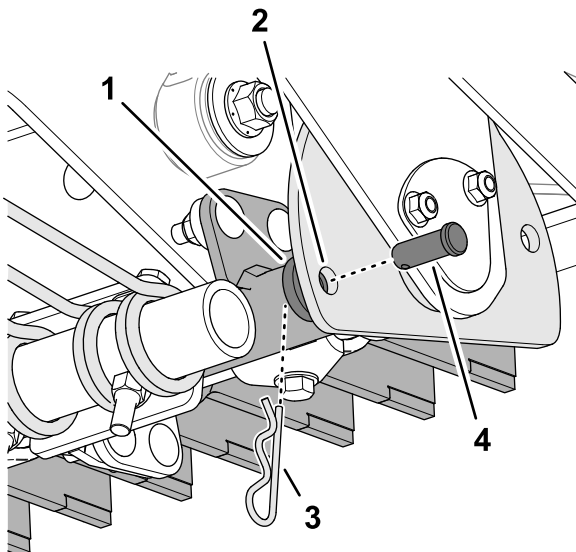

Figure 14
3. Retirez le goupille fendue et l'axe de chape qui fixent le bras de l'outil polyvalent à la plaque de sélection d'angle (Figure 14).